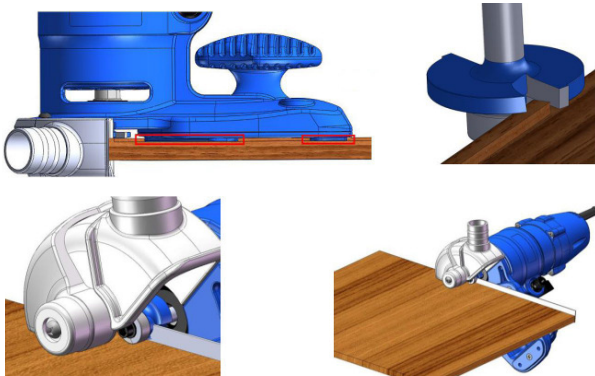

Abb. 10: Fräsvorgang an den Werkstückkanten
Schritt 1: Nach dem Einstellen der optimalen Position des Fräsers das Gerät einschalten und mit der Führungsplatte (rote Markierungen) auf dem Werkstück aufsetzen. Das Gerät am Griff auf der Führungsplatte und am Motorgehäuse führen und an der Werkstückkante entlang fahren. Bei hohem Überstand des Bandes das Gerät horizontal aufsetzen (Abb. 10 unten).